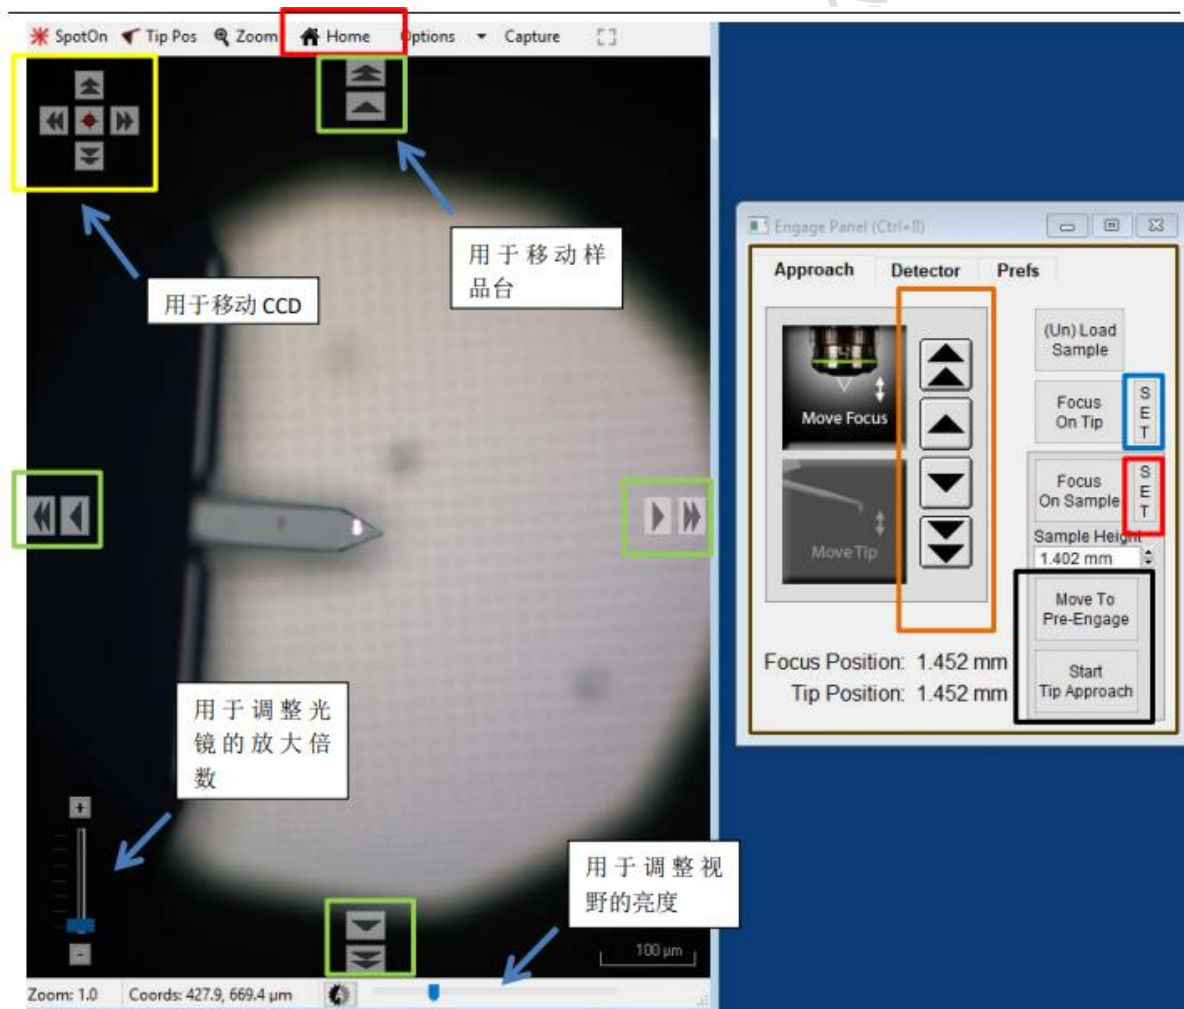

图 6-9
如图 6-9 所示，在“Video”窗口，利用上方的“Home”按钮和左上方标黄的 CCD 按钮寻找探针，点击 Home 键之后，注意观察 Video 窗口，应大致看到悬臂梁的轮廓，或者可以判断出悬臂梁位于当前视场的哪个方向。之后在“Engage Panel”窗口中，上下调节物镜焦距（**请注意！要选择“Move Focus”才能调节物镜**），单箭头为慢聚焦，双箭头为快聚焦。确定针尖聚焦面后，点击“Focus On Tip”旁边的“SET”：
(7) 点击图 6-9 中标黑的“Move To Pre-Engage”按钮，这会使探针位于样品表面 50 $\mu\text{m}$  的位置。观察激光光斑是否有偏移，如果有可以微调其位置。
(8) 点击“Sum and Deflection Meter”窗口的 Zero PD，使 Deflection 调零（接近 0 即可）。
(9) 寻峰/Tune，即寻找所用探针的共振频率并设置空气的 Free Amplitude 值（Target Amplitude），点击“Master Panel”窗口右侧栏的“Tune”按钮。